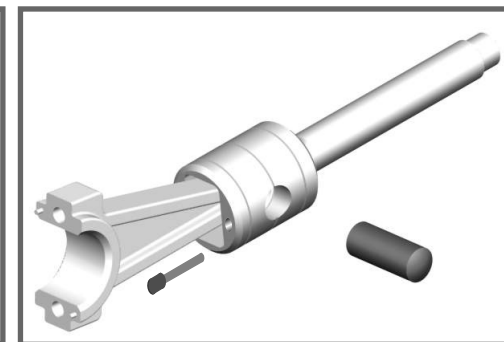

Fig. 61
- 2- Retirar o parafuso de aperto na extremidade do pistão. (Fig. 61)
- 3- Desmontar o pino de articulação Biela / Pistão.(Fig. 61)